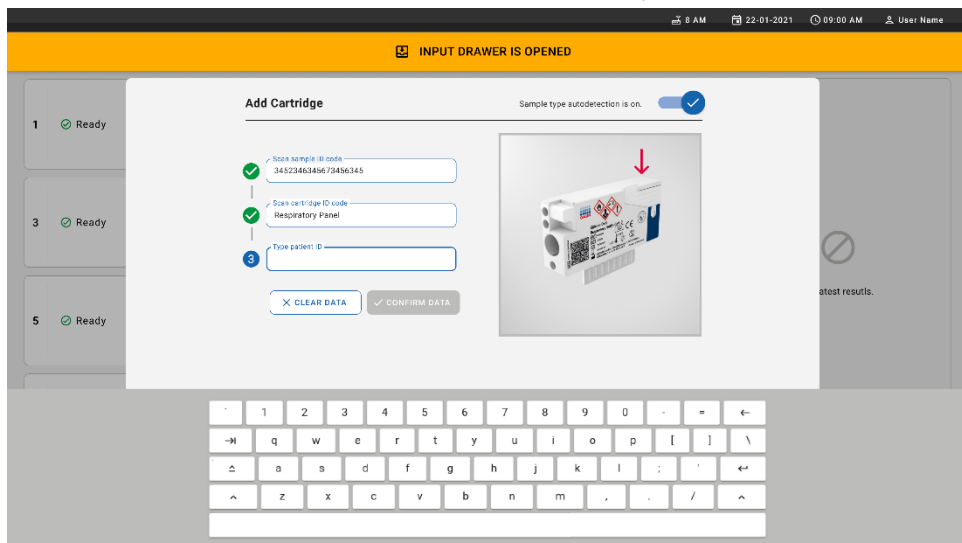

Figura 24. Tela Scanning the QIAstat-Dx Respiratory SARS-CoV-2 Panel Cartridge ID (Lendo o ID do QIAstat-Dx Respiratory SARS-CoV-2 Panel Cartridge).
8. Depois de inserir o código de barras de ID da amostra, efetue a leitura do código de barras do QIAstat-Dx Respiratory SARS-CoV-2 Panel Cartridge a ser usado (posição indicada pela seta). O QIAstat-Dx Rise reconhece automaticamente o ensaio a ser executado com base no código de barras do QIAstat-Dx Respiratory SARS-CoV-2 Panel Cartridge (Figura 24).